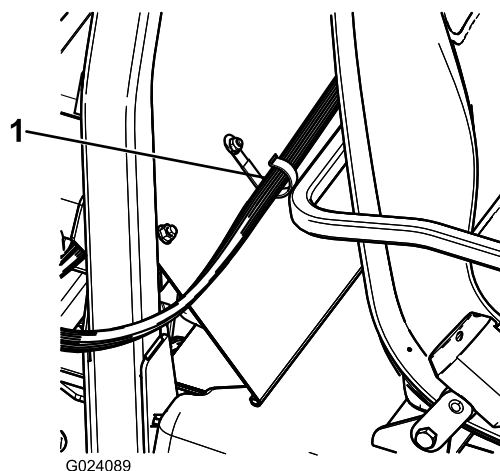

Figura 17
5. Instale una abrazadera en J detrás del asiento del operador usando un perno ($\frac{1}{4}$ " x $\frac{1}{2}$ ") y una tuerca ($\frac{1}{4}$ ") (Figura 17).